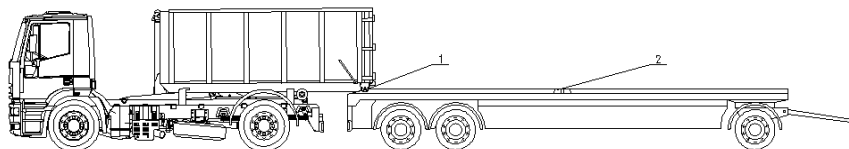

Bild Nr. 21
1.	Mit dem beladenen Fahrzeug rückwärts an den Anhänger heranzufahren (Abstand ungefähr 500 mm). Der Anhänger und das Fahrzeug müssen fluchten. (Bild Nr. 21).
6.	Den Hakenarm in die Endlage einschieben. Dabei müssen die Container-Rollen auf die Führungsschienen des Anhängers aufsetzen (Bild Nr. 21).